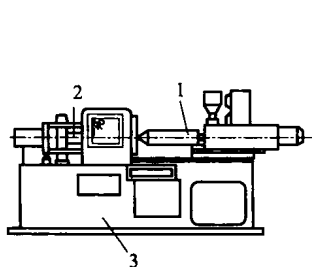

图 1-7 卧式注塑机外形结构示意图
② 卧式注塑机 卧式注塑机外形结构特点是：机身外形尺寸长度大于宽和高度尺寸，它的注射部分和合模部分装置轴线，在一条直线上呈水平线排列。图 1-7 是卧式注塑机外形结构示意图。这种外形结构注塑机的机身低，工作时平稳性好，工作操作和维修都比较方便，也容易实现自动化操作。目前，卧式注塑机在塑料注塑机中应用数量最多。